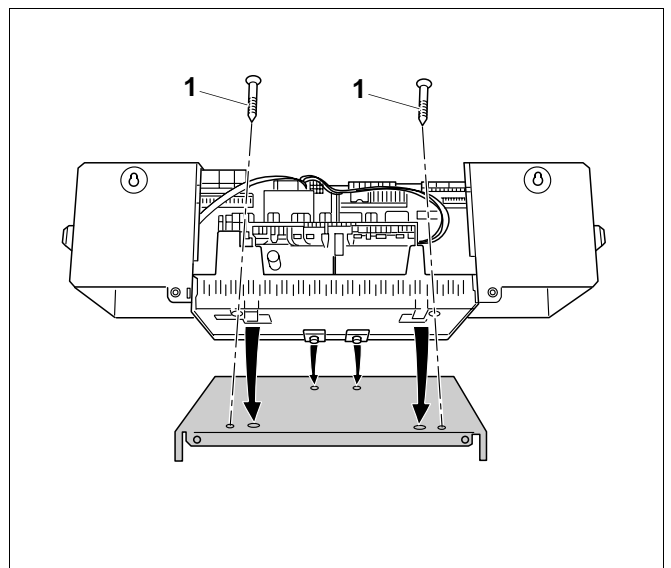

Abb. 3 Regelgerät am Trageblech befestigen
- Regelgerät so aufsetzen, dass sich die Einschiebehaken vorne in die ovalen Bohrungen einführen, Regelgerät nach vorne ziehen und anschließend nach hinten abkippen, bis die beiden elastischen Haken rechts und links einrasten (Abb. 3, **Pfeile**).
- Sockel des Regelgerätes innen rechts und links im Kabeldurchgang mit 2 Blechschrauben (Abb. 3, **Pos. 1**) auf dem Tragblech befestigen.